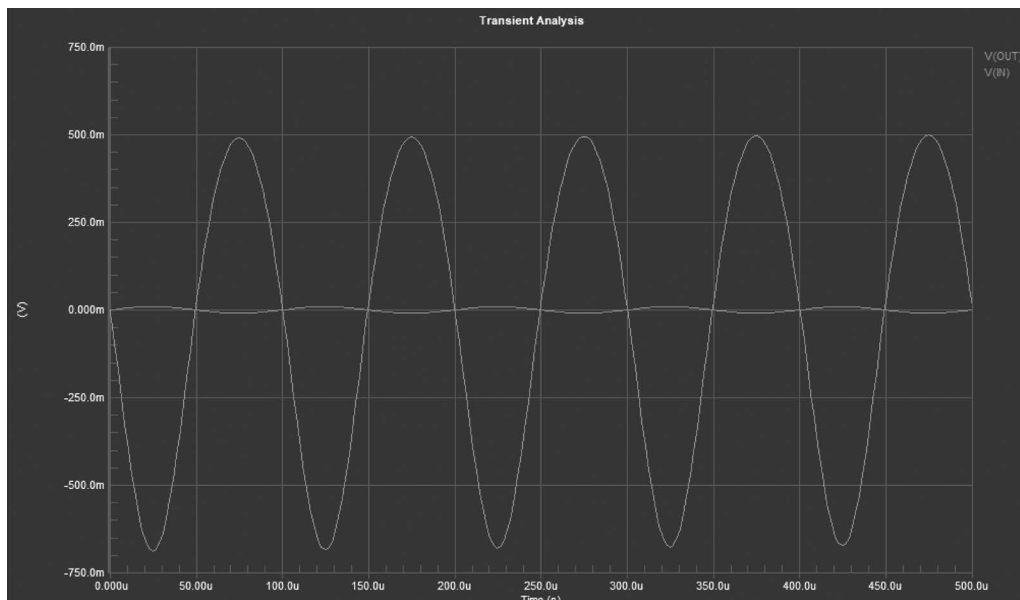

图 3-32 瞬态分析结果
(4) 单击 Transient Analysis 标签,打开时序分析结果。如果没有出现波形,则按照前面的方法手工将 IN 和 OUT 信号波形添加到该界面中。图 3-32 给出了瞬态分析结果。